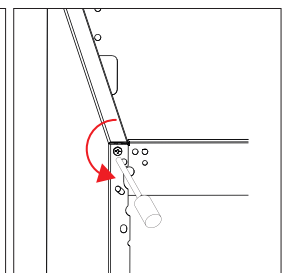

Abb. 11
- ▶ Lösen Sie die Schraube links am Gehäuse mit einem Kreuzschlitzschraubendreher und versetzen Sie sie auf die rechte Gehäusesseite (Abb. 11).